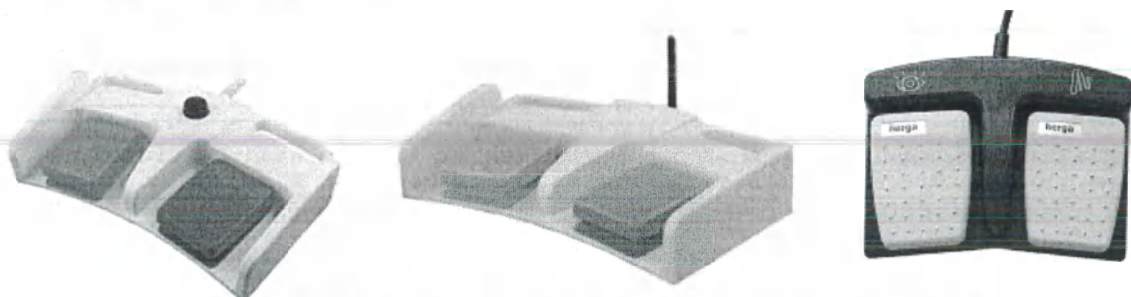

Рисунок 3.23 – Педаль включения рентгеновского излучения
- Центральная кнопка (опция, см. рисунок 3.23) служит для переключения режимов работы. Настраивается сервисным инженером.
- Центральная кнопка (опция, см. рисунок 3.23) служит для переключения режимов работы.